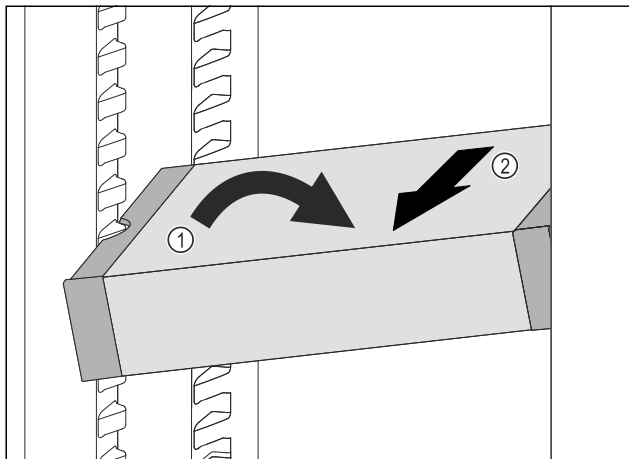

Fig. 111
- ▶ Predal VarioSafe postavite v hladilniku postrani. Fig. 111 (1)
- ▶ Predal VarioSafe izvlecite v smeri naprej. Fig. 111 (2)